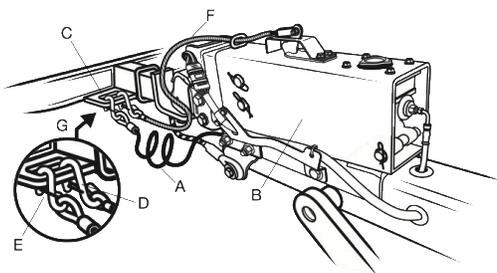

Figure 4
Le câble de sécurité à la droite du timon (A) croise au-dessous du timon de la remorque (B) et est accroché au côté gauche du véhicule-remorqueur soit par son attache de remorque permanente (C), soit par ses anneaux en D, soit par son cadre de châssis ou sa structure de base, soit par ses supports de pare-chocs (Figure 4). N'attachez pas de câbles de sécurité à la boule ou à un montage de boule qui est démontable. Le câble de sécurité à la gauche est accroché au côté droit de la même manière. Le croisement des câbles de sécurité sous le timon de la remorque permet le minimum d'espace de relâche pour tourner. Les crochets en S (D) sur des CÂBLES de sécurité doivent être accrochés aux trous d'attache sur l'attache de remorque, s'il y a de tels trous. Pour les CHAÎNES de sécurité, les crochets en S peuvent être accrochés aux trous d'attache ou passés à travers ces trous et accrochés de nouveau à un maillon de la chaîne. Contrôlez l'espace de relâche de la CHAÎNE de sécurité en accrochant la chaîne sur elle-même à l'un de ses maillons, ou bien en tordant les maillons pour raccourcir la chaîne. Assurez-vous que les crochets en S ont une goupille à ressort pour rétention fonctionnelle (E) ou qu'ils sont accrochés de manière sécuritaire au moyen d'une pièce de fixation en caoutchouc. *Les câbles de sécurité ont besoin d'espace de relâche pour permettre à votre véhicule de tourner. Assurez-vous que ces câbles sont attachés de manière sécuritaire à votre véhicule-remorqueur et qu'ils ne traînent pas sur la route.*
Les remorques avec freins ont un troisième câble, appelé le câble de frein d'urgence (F) (Figures 4 et 5). Ce câble active automatiquement les freins d'une telle remorque dans le cas peu probable où la remorque est séparée du véhicule-remorqueur. Attachez ce câble le plus près possible du centre du véhicule : soit par son attache de remorque permanente, soit par ses anneaux en D (C), soit par son cadre de châssis ou sa structure de base, soit par ses supports de pare-chocs. Le crochet en S (G) sur ce câble devrait être accroché à un trou d'attache sur l'attache de remorque, s'il y en a un. Assurez-vous que les crochets en S ont une goupille à ressort pour rétention fonctionnelle ou qu'ils sont accrochés de manière sécuritaire au moyen d'une pièce de fixation en caoutchouc. *Il faut un peu d'espace de relâche, afin d'éviter que le frein d'urgence soit activé dans les tournants ou sur les voies d'accès inclinées.*